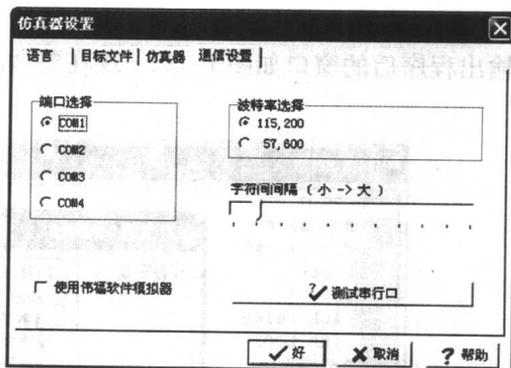

图 1-10
- (1)将光盘放入光驱,光盘会自动运行,出现安装提示。
- (2)选择“安装 WINDOWS”软件。
- (3)按照安装程序的提示,输入相应内容。
- (4)继续安装,直至结束。
- (5)通信设置,如图 1-10 所示。